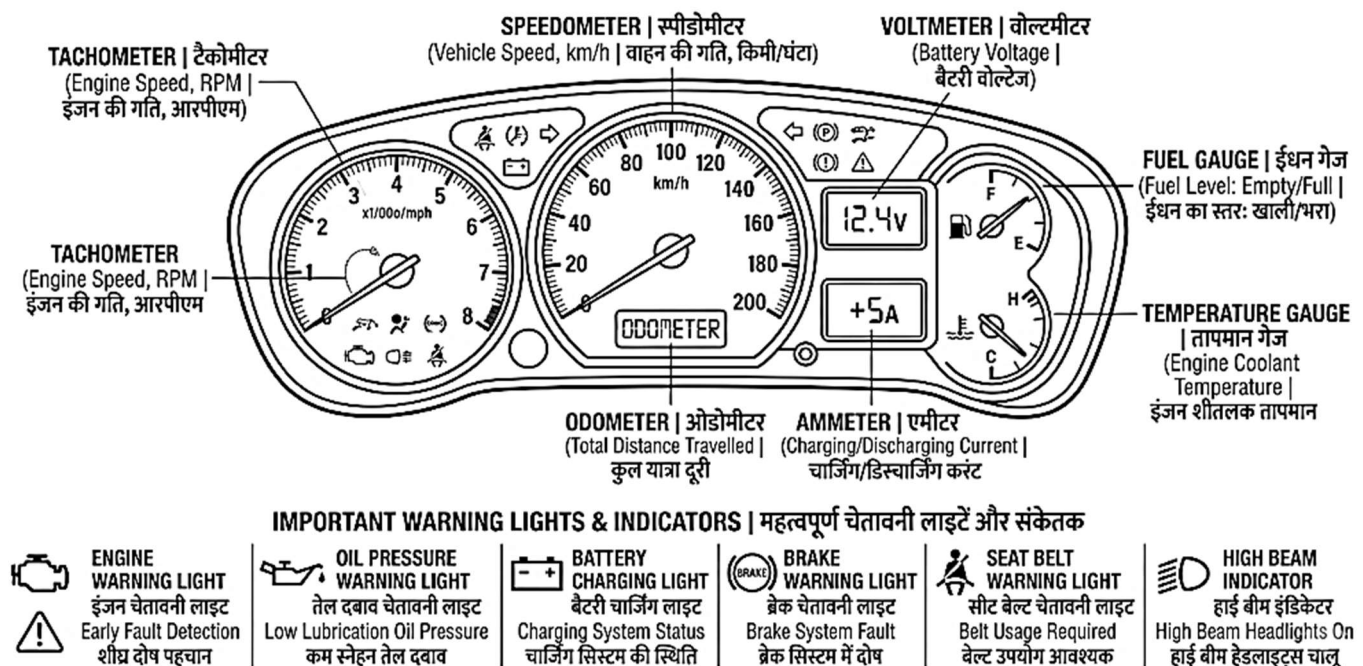

Fig. 7.3: Automobile Dashboard Instrument Panel and Warning Indicators | ऑटोमोबाइल डैशबोर्ड इंस्ट्रुमेंट पैनल एवं चेतावनी संकेतक
7.3.1 Definition of Dashboard (Fig. 7.3)
7.3.1 डैशबोर्ड की परिभाषा (Fig. 7.3)